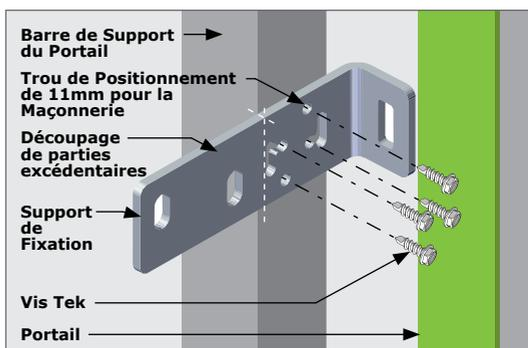

FIGURE 10. BARRE DE SUPPORT - FIXATIONS
2. Utilisez quatre vis Tek M6 de haute qualité pour monter le Support de Fixation sur la Barre de Support du Portail. Quatre Trous de positionnement de 7mm ont été prévus. Voir la Figure 10.